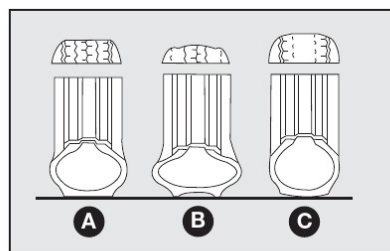

fig. 24
**Um pneu com pressão abaixo do especificado se aquece excessivamente quando em utilização continuada, isso poderá provocar danos aos pneus ou até mesmo o seu estouro. Mantenha sempre os valores de pressão indicados neste manual. Uma pressão errada provoca um desgaste anormal dos pneus fig. 24.**
**Uma pressão errada provoca um desgaste anormal dos pneus fig. 24.**